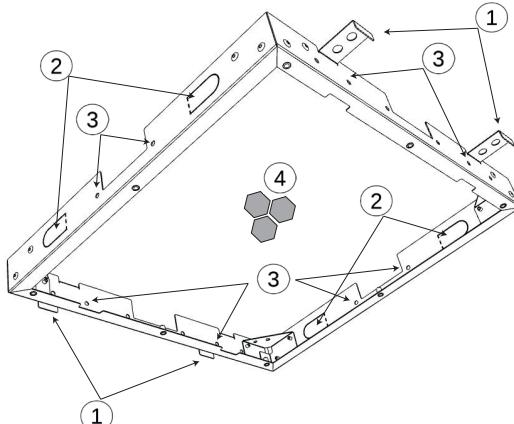
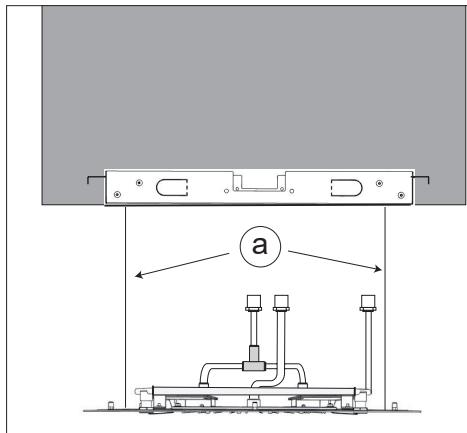
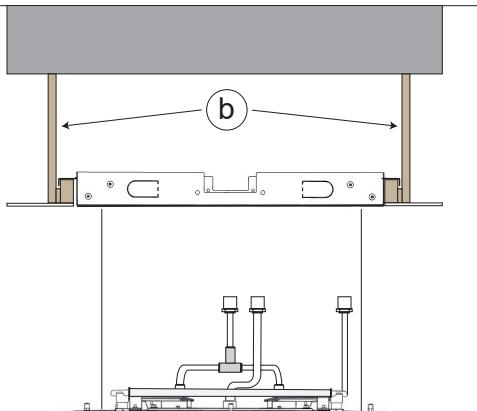

FIG.1
FIG.2
FIG.3
Per una corretta installazione del soffione multifunzione (fig.1) è necessario fissare saldamente il telaio di sostegno alla struttura del soffitto (o eventualmente al telaio del controsoffitto) per mezzo delle alette di fissaggio (1) o con viti autofilettanti passanti nei fori (3). Se possibile utilizzare anche le staffe di fissaggio (2) per migliorare il bloccaggio.
Un corretto posizionamento del telaio di sostegno prevede le uscite dell'acqua (da una a tre in funzione delle varie opzioni disponibili) in posizione centrale e l'allineamento del bordo inferiore del telaio con la superficie esterna del soffitto (fig.2).
For a correct installation of the multifunctional showerhead (fig.1), is necessary to securely fix the support frame to the ceiling frame (or to the false ceiling frame) through the fins (1) or through set screw in the slots (3). If it is possible use also fixing bars (2) for a proper locking.
For a correct placement of frame, the water system 1 or 3 pipes depending on the different options available) must be at the center of the frame, and the lower edge of the frame must be aligned with the external surface of the ceiling (fig.2).
Pour une installation correcte de la pomme douche multifonction (fig.1) fixer fermement le châssis de soutien à la structure du plafond (ou éventuellement au châssis du faux plafond) avec les ailettes de fixation (1) ou avec les vis à auto-taraudage passant dans les trous (3). Si possible utiliser également les étriers de fixation (2) pour améliorer le blocage.
Un positionnement du châssis de soutien correct envisage les sorties de l'eau (de une à trois en fonction des différentes options disponibles) en position centrale et l'alignement du bord inférieur du châssis avec la surface extérieure du plafond (fig.2).
Für eine korrekte Installation vom Multifunktionsduschkopf (Abb.1) muss man den Stützrahmen mittels der Befestigungssößen (1) oder mit selbstschneidenden Schrauben, welche in die Bohrungen eingeführt werden (3) sicher an der Deckenstruktur (oder gegebenenfalls am Rahmen der Zwischendecke) befestigen. Wenn möglich, für eine noch bessere Blockierung, auch die Befestigungsbügel verwenden (2). Eine korrekte Positionierung von Stützrahmen sieht die Wasserausgänge (ein bis drei Ausgänge, in Abhängigkeit der zur Verfügung stehenden unterschiedlichen Ausführungen) in zentraler Position vor und die Ausrichtung des unteren Rahmenrandes mit der externen Oberfläche der Decke (Abb.2).
Para una correcta instalación del rociador multifunción (fig.1) es necesario fijar fuertemente el bastidor de soporte en la estructura del techo (o eventualmente en el bastidor del falso techo) con el auxilio de las aletas de fijación (1) o de tornillos de autoenroscado, pasantes en los agujeros (3). Si posible, utilizar también las bridas de fijación (2) para mejorar la estabilidad.
Un correcto posicionamiento del bastidor de soporte prevé las salidas del agua (de una a tres, según las opciones disponibles) en posición central y la alineación del borde inferior del bastidor con la superficie externa del techo (fig.2).
Prima di agganciare il corpo soffione al telaio di supporto assicurare il soffione al telaio per mezzo di cavi di sicurezza Fig.2 (a); se il telaio fosse agganciato al controsoffitto Fig.3, per maggiore sicurezza e stabilità assicurare anche il telaio a dei ganci di sicurezza (b - **non forniti**) al soffitto in muratura.
Before coupling the showerhead with the frame, hook the safety wires Fig.2 (a). For higher security, if the frame is hooked to the false ceiling Fig.3, fix the frame to the masonry ceiling (b - **not provided**) with safety hooks. The hydraulic arrangement must necessarily correspond to that of the shower head. In order to guarantees the proper functioning and integrity of the product.
Avant d'accrocher le corps pomme douche au châssis de soutien fixer la pomme douche au châssis avec des câbles de sécurité Fig.2 (a) ; si le châssis est accroché au faux plafond Fig.3 pour davantage de sécurité et stabilité fixer également le châssis à des crochets de sécurité (b - **non fournis**) au plafond en maçonnerie.
Bevor man den Duschkopf im Stützrahmen einhakt, muss der Duschkopf mittels der Sicherheitskabel Abb.2 (a) am Rahmen gesichert werden; Sollte der Rahmen in einer Zwischendecke eingehakt sein Abb.3, muss auch der Rahmen, zwecks größerer Sicherheit und Stabilität unter Verwendung von Sicherheitshaken (b - **nicht im Lieferumfang enthalten**) an der Decke aus Mauerwerk gesichert werden.
Antes de enganchar el cuerpo del rociador en el bastidor de soporte, fijen el rociador en el bastidor con el auxilio de cables de seguridad Fig.2 (a); en el caso de que el bastidor esté enganchado en el falso techo Fig.3, para garantizar una mayor seguridad y estabilidad, fijen también el bastidor con el auxilio de unos ganchos de seguridad (b - **no incluidos en el suministro**) en el techo de mampostería.